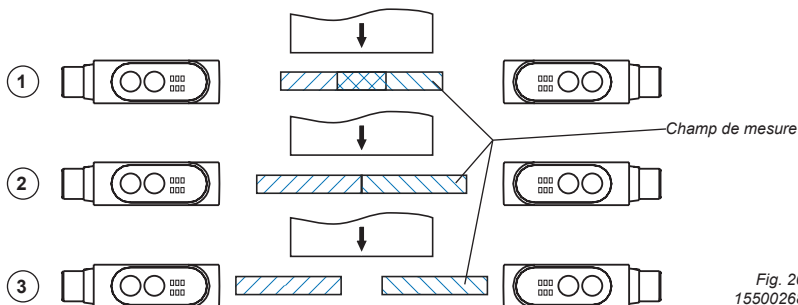

Fig. 20
Lors de cette mesure, deux BOD 26K ... (type LBR) sont couplés l'un à l'autre. Les capteurs se font face (mesure de différence ou d'épaisseur - fonction n° 26) ou sont montés en parallèle (mesure de différence, parallèle - fonction n° 27). Les champs de mesure, pour la mesure de différence ou d'épaisseur, peuvent se chevaucher (1), se toucher (2) ou être distincts l'un de l'autre (3) (fig 20).
1. Montage: Positionner l'objet de référence (valeur de consigne) dans le champ de mesure et monter les deux BOD 26K-... (type LBR) de sorte que la distance jusqu'à l'objet est toujours dans le champ de travail des capteurs (fig. 20 et 22).
Bien qu'un BOD 26K n'ait qu'un champ de mesure de 70 ou 220 mm, il est possible en commutant Maître - Esclave de mesurer des objets dont l'épaisseur dépasse ces seuils. La solution est dans le placement des capteurs (fig. 20). Le champ de mesure nécessaire dépend de la différence maximum d'épaisseur. Si les fluctuations d'épaisseur ou de positionnement sont minimes, on choisira des capteurs à distance de détection plus petite.